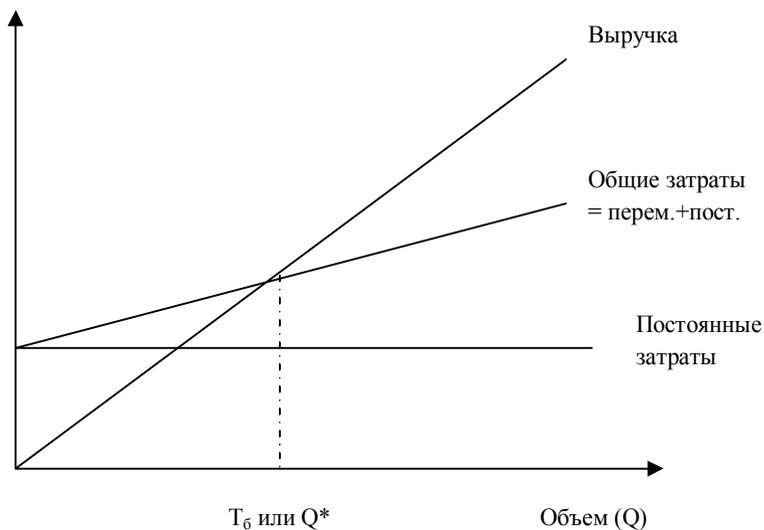

Рис. 3. График точки безубыточности.
**Точка безубыточности** ( $T_{\delta}$ ) (break-even point) служит для оценки степени устойчивости проекта. Степень устойчивости проекта, зависящая от условий реализации проекта, может быть оценена показателями предельного уровня объемов производства, цен выпускаемой продукции и других показателей проекта (рис.3). Предельное значение показателя проекта для некоторого  $t$ -го года его реализации определяется как значение этого показателя в  $t$ -ом году, когда чистая прибыль участника проекта в этом году становится нулевой.
Точку безубыточности может представить и в графическом виде (рис.3).